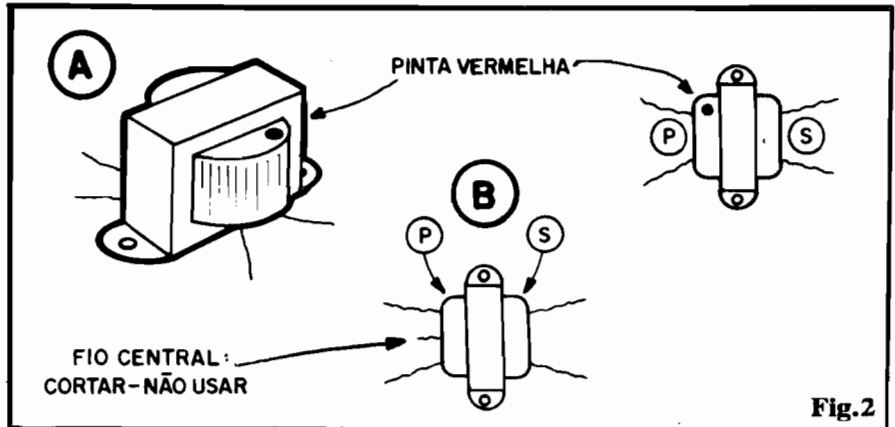

Fig.2
Uma rápida "olhadinha" ao esquema (fig. 1) mostra ao Hobbysta experimentado que as peças, além de poucas, são super-comuns, de baixo preço e fácil aquisição... Tem só um "galhinho", representado pelo pequeno transformador de Sáfda para transístores (em tese, um componente já industrialmente obsoleto, uma vez que raríssimos circuitos de áudio transistorizados, modernos, valem-se de transformadores de sáfda...). Observem a fig. 2: o componente ideal para a função é conhecido como "pinta vermelha", pequeno, dotado de enrolamentos cada, e com a tal pinta vermelha nitidamente demarcando o lado correspondente ao primário (P). Esse transformadorzinho apresenta a melhor relação de impedâncias para funcionamento na MINI-SIRENE DUPLA, conforme testes em nosso Laboratório... Entretanto, na falta do dito cujo, outros pequenos transformadores de Sáfda para transístores, inclusive aqueles com primário de 3 fios (fig. 2-B), podem ser experimentados... Nesse caso, o fio central do primário deve ser ignorado, podendo até ser cortado, uma vez que não receberá ligação...